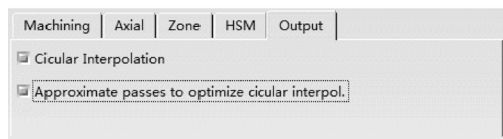

图 2-91 “Output” 选项卡
4) “Output” 选项卡如图 2-91 所示。选中 “Circular Interpolation” 复选框，在后处理程序中可输入圆弧插补指令。